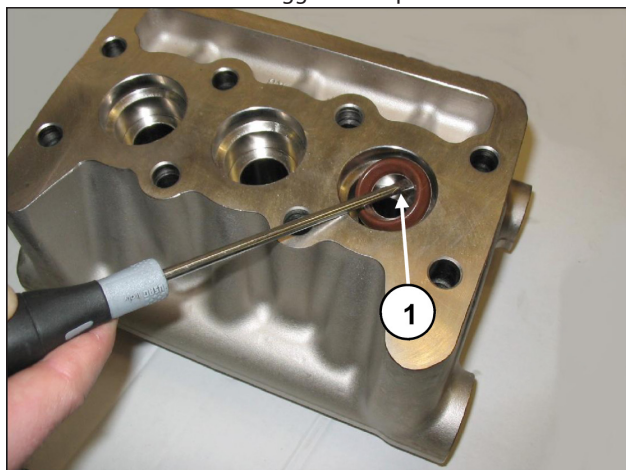

Fig. 30
- C) Estrarre le tenute di alta pressione dalla testata e quelle di bassa pressione dal relativo supporto utilizzando semplici attrezzi come indicato in Fig. 30, pos. ① facendo attenzione a non danneggiare le rispettive sedi.